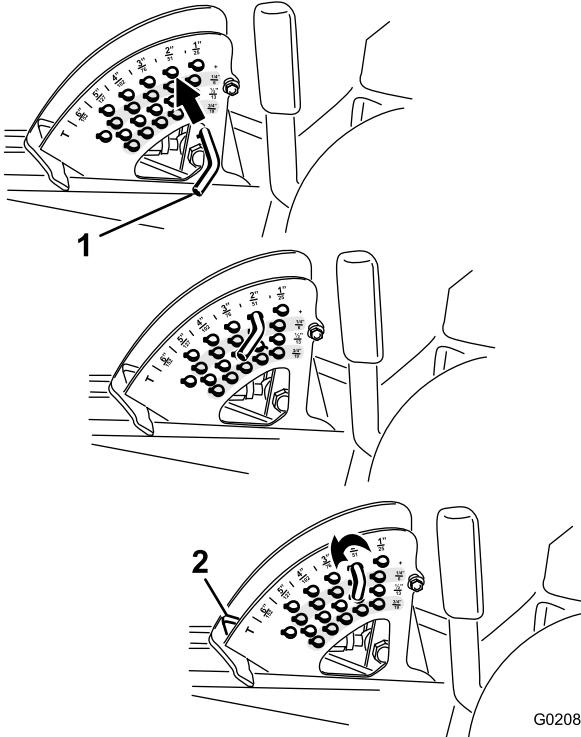

Bild 12
2. Drehen Sie den Anschlagsstift so lange, bis der Rollstift innen mit den Schlitten in den Löchern in der Schnitthöhenhalterung ausgefluchtet ist. Nehmen Sie ihn dann ab (Bild 12).
3. Wählen Sie ein Loch in der Schnitthöhenhalterung, das der gewünschten Schnitthöhe entspricht, stecken Sie den Stift ein und drehen Sie ihn nach unten, um ihn zu arretieren (Bild 12).
Hinweis: Es gibt vier Reihen der Lochpositionen (Bild 12). Die oberste Reihe ergibt die Schnitthöhe, die über dem Stift steht. Die zweite Reihe ergibt die Schnitthöhe plus 6 mm. Die dritte Reihe ergibt die Schnitthöhe plus 12 mm. Die unterste Reihe ergibt die Schnitthöhe plus 18 mm. Für die Stellung von 15,8 cm gibt es nur ein Loch, das in der zweiten Reihe ist. Mit diesem Loch werden nicht 6 mm den 15,2 cm hinzugefügt.